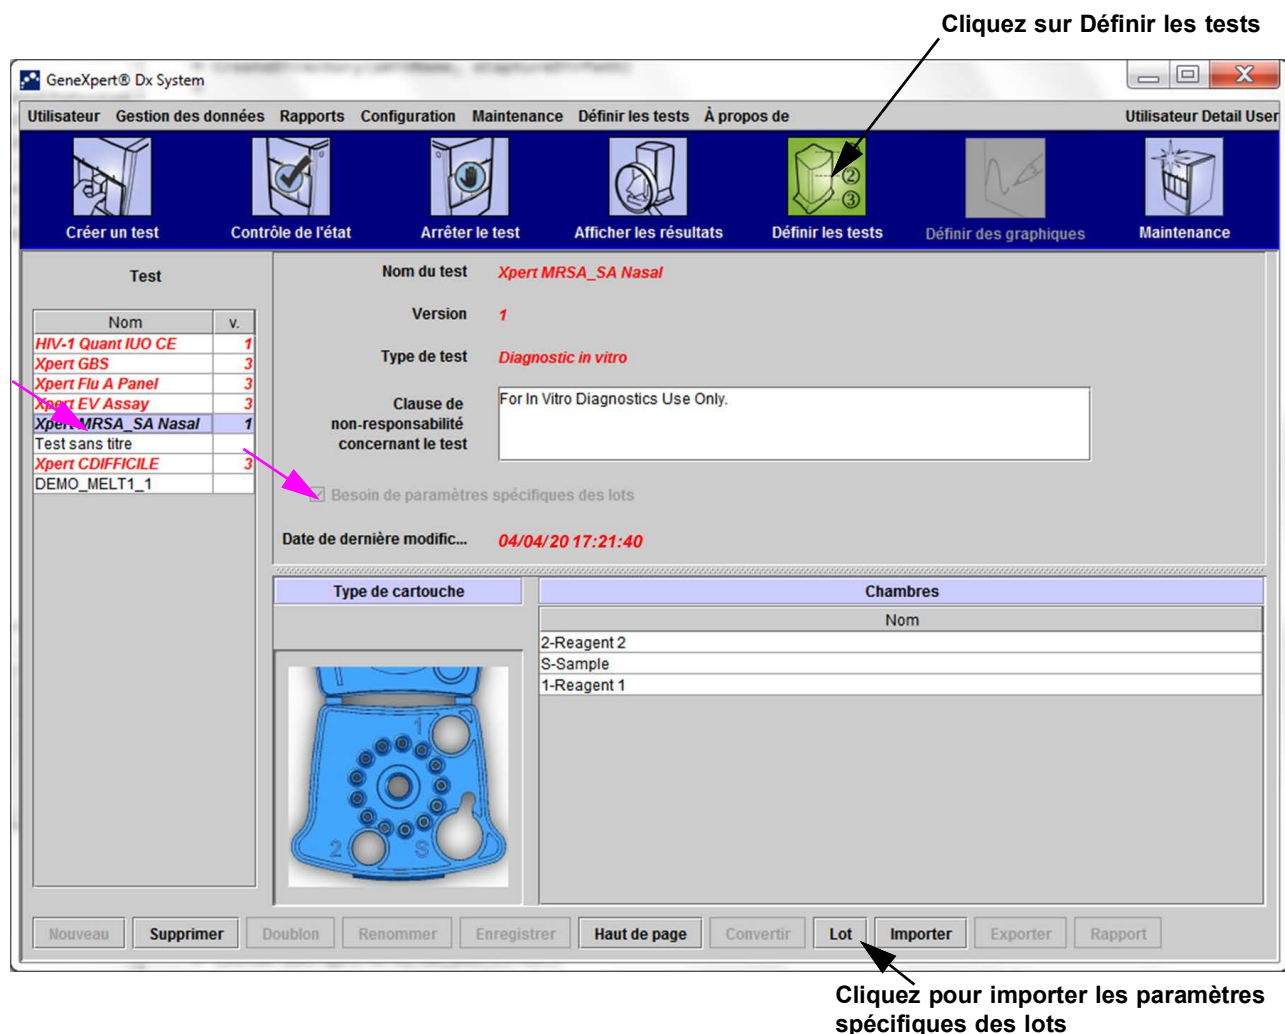
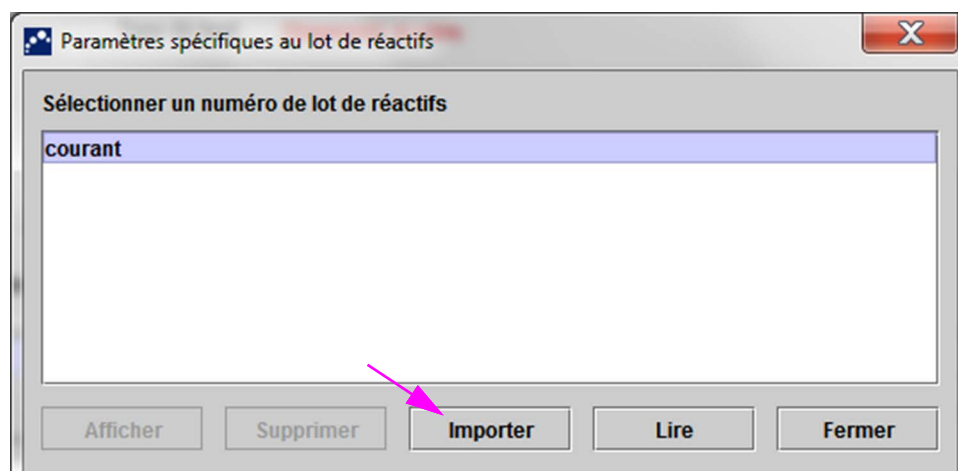

Figure 2-94. Fenêtre Définir les tests, indiquant la case **Besoin de paramètres spécifiques des lots** cochée
Figure 2-95. Boîte de dialogue Paramètres spécifiques au lot de réactifs
1. Dans la fenêtre Définir les tests, (cf. Figure 2-94), sélectionnez le nom du test dans la liste de **Tests** (à gauche dans la fenêtre).
2. Cliquez sur **Lot**. La boîte de dialogue Paramètres spécifiques à un lot de réactifs apparaît. Voir Figure 2-95.
La Figure 2-95 indique le numéro de lot de réactifs commun avant d'importer les lots spécifiques. Si des tests et/ou des paramètres spécifiques au lot ont déjà été importés dans le système, les numéros de lots de réactifs s'affichent.
1. Dans la fenêtre **Définir les tests** (cf. Figure 2-94), cliquez sur **Lot**. La boîte de dialogue Paramètres spécifiques à un lot de réactifs apparaît. Voir Figure 2-95.